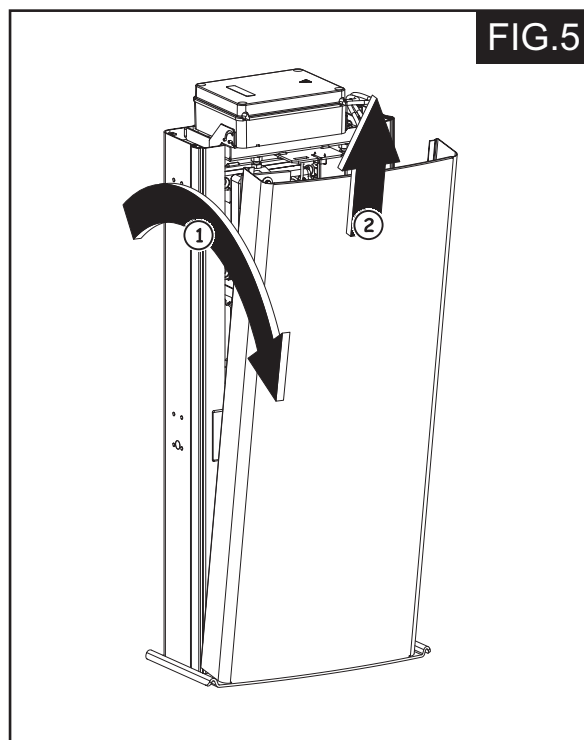

FIG.5
5.- Retire la portezuela como se indica en la (Fig. 5).